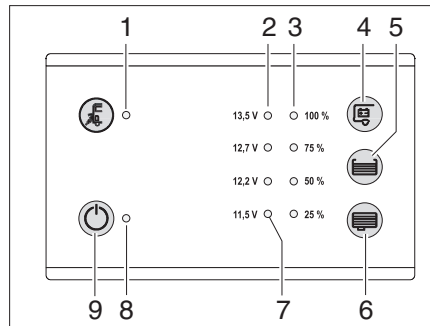

Bild 70 Panel LT 100
- ▶ Das Sensor-Tastfeld Hauptschalter 12 V EIN / AUS (Bild 70,9) berühren.
- ▶ Das Sensor-Tastfeld Abfrage Batteriespannung Wohnraumbatterie (Bild 70,4) berühren:
- ▶ Das Sensor-Tastfeld Abfrage Tankfüllstand Wasser (Bild 70,5) bzw. Abwasser (Bild 70,6) berühren.